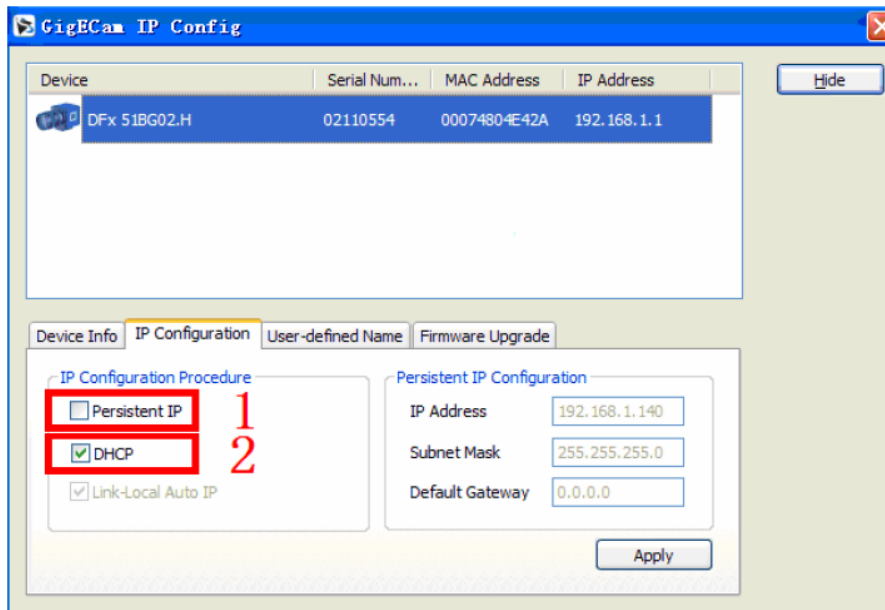

图 8 IP Configuration
6、将页面切换到 IP Configuration，如图 8 所示。